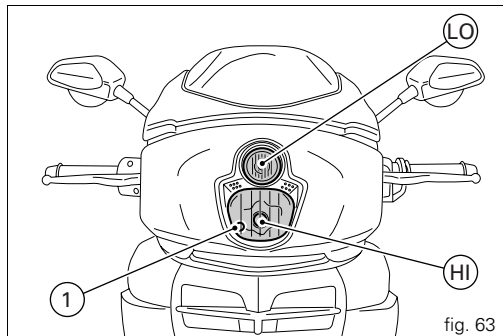

fig. 63
Nella fig. 63 è riportata la posizione delle lampade anabbagliante (LO), abbagliante (HI) e di posizione (1), del proiettore anteriore.